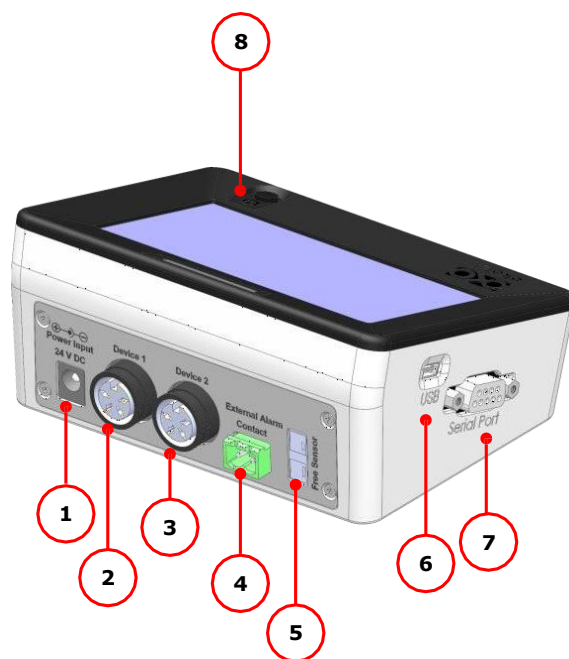
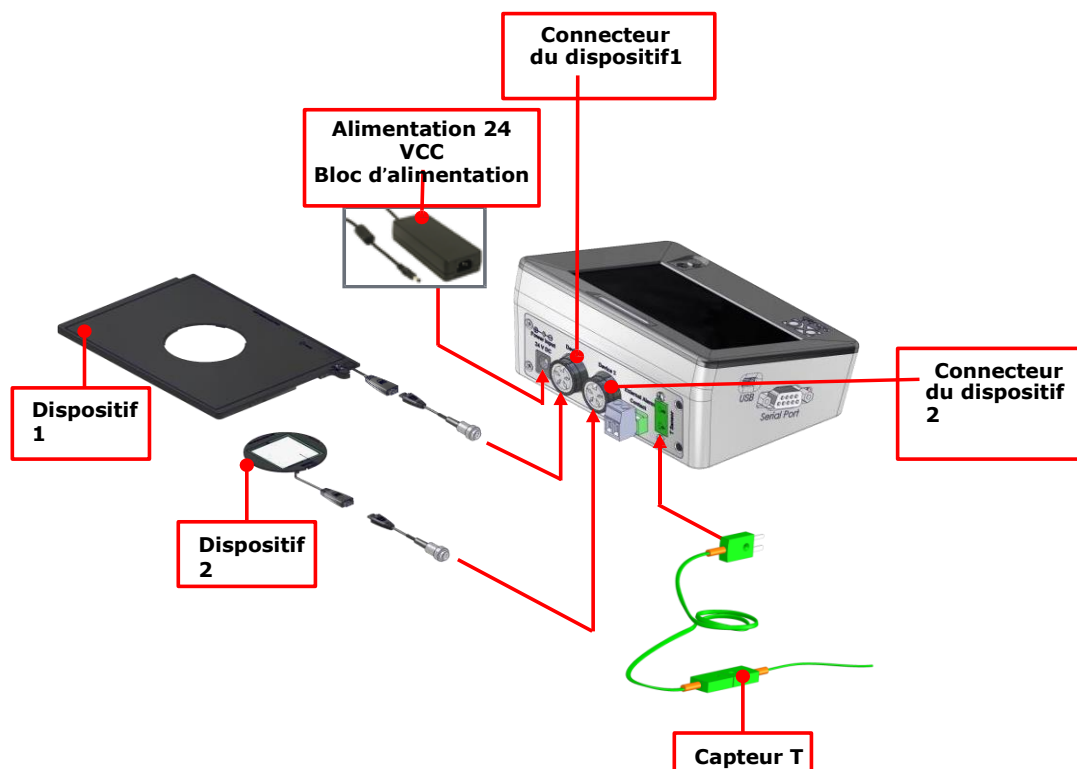

Figure 3. H401-T-CONTROLLER – Description de l'équipement.
Figure 4. Connexion des dispositifs chauffants
Une description détaillée du H401-T-CONTROLLER est fournie dans la liste suivante, qui se réfère aux numéros dans la Figure 3 :
- 1 Connectez un dispositif chauffant au connecteur pour le Dispositif 1 sur le panneau arrière du H401-T-CONTROLLER (voir Figure 4 et le numéro 2 dans la Figure 3).
- 2 Connectez l'autre dispositif chauffant au connecteur pour le Dispositif 2 sur le panneau arrière du H401-T (voir Figure 4 et le numéro 3 dans la Figure 3).
- 3 Connectez le capteur T au connecteur pour le Capteur T sur le panneau arrière du H401-T-CONTROLLER (voir Figure 4 et le numéro 5 de la Figure 3).
- 4 Connectez le chargeur à l'entrée d'alimentation (voir Figure 4).
Ne connectez pas l'alimentation CA secteur à votre dispositif avant d'avoir terminé toutes les connexions, y compris la connexion du cordon d'alimentation CC au panneau arrière du H401-T-CONTROLLER comme indiqué dans la Figure 4